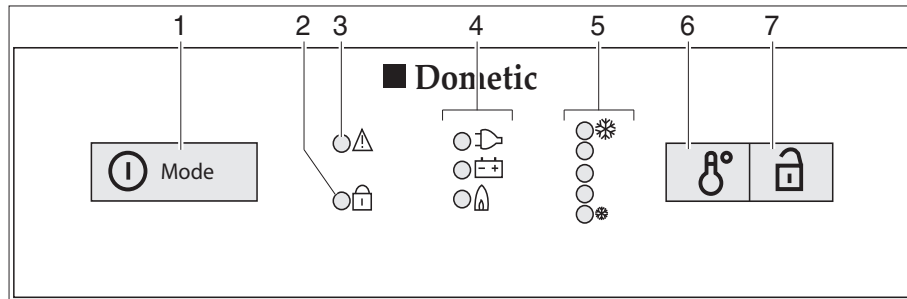

Fig. 199 Boutons de commande pour le réfrigérateur (Dometic Série 8 avec SMSE)
- Appuyer sur le commutateur/sélecteur de source d'énergie (Fig. 199,1) pendant 2 secondes pour mettre l'appareil en marche. La DEL du dernier mode de fonctionnement sélectionné s'allume.
- Si nécessaire, appuyer brièvement plusieurs fois sur le commutateur/sélecteur de source d'énergie (Fig. 199,1) jusqu'à ce que le voyant de contrôle gaz " " s'allume. L'arrivée de gaz est ouverte. L'allumage s'effectue de manière automatique. Un tic-tac est distinctement perceptible jusqu'à ce que la procédure d'allumage soit effectuée avec succès.
- Régler la température de réfrigération avec l'interrupteur réglage de la température (Fig. 199,6).
- Si nécessaire, appuyer brièvement plusieurs fois sur le commutateur/sélecteur de source d'énergie (Fig. 199,1) jusqu'à ce que le voyant de contrôle 230 V  s'allume.
- Si nécessaire, appuyer brièvement plusieurs fois sur le commutateur/sélecteur de source d'énergie (Fig. 199,1) jusqu'à ce que le voyant de contrôle 12 V  s'allume.